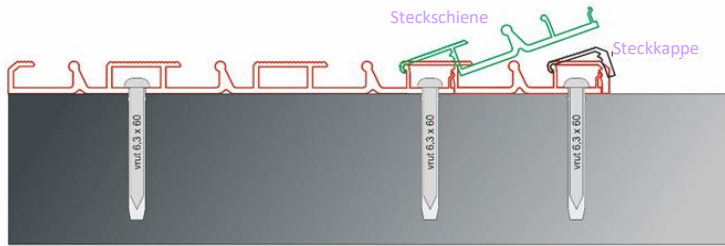

Abb. 7.5
- Abb. 7.5 zeigt ein Beispiel für die Befestigung einer Vierfachschiene mit einer Schnappkappe. Wiederholen Sie die Schritte mit Schiene 5 und 6.